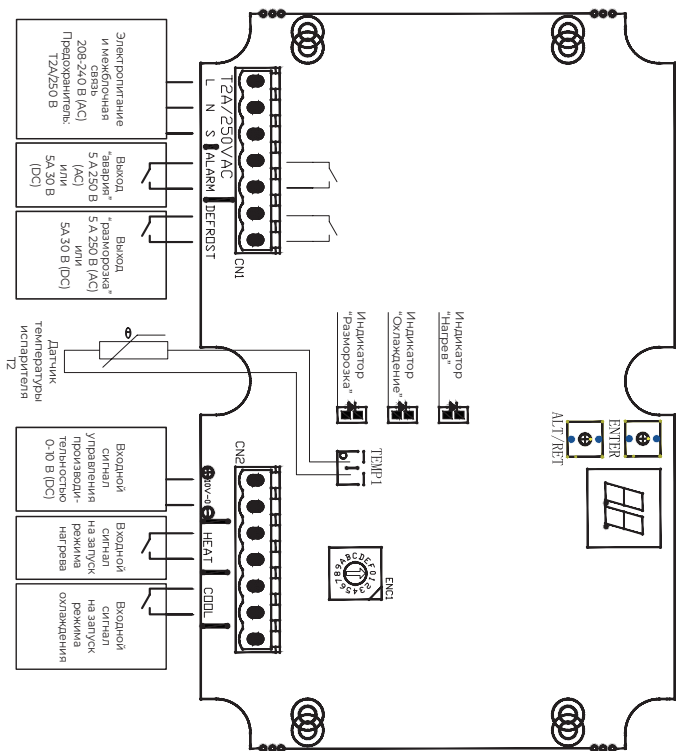

Рис. 19
4. Подключите кабель к соответствующему разъему модуля подключения (см. рисунок 19). Надежно закрепите кабель в разъеме.